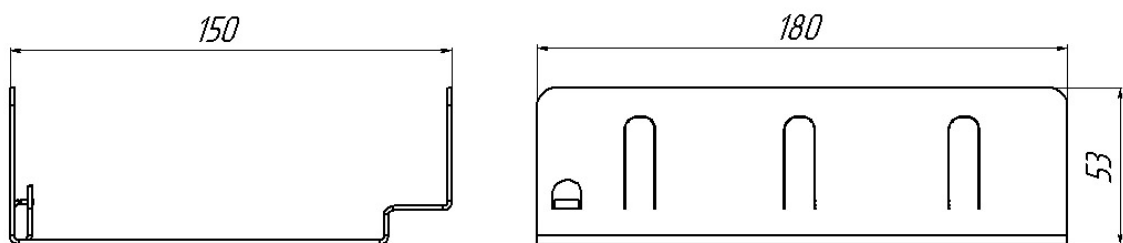

Рис.1
2.2 Габаритные размеры ЭПРА приведены на Рис.1.